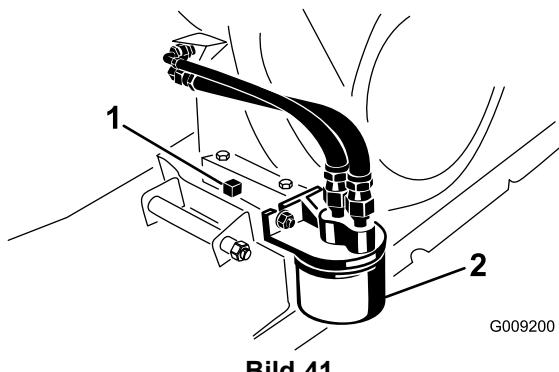

Bild 41
- Stellen Sie eine Auffangwanne mit einem Fassungsvermögen von 1,8 l unter die Ablassschraube (Bild 41).
- Entfernen Sie die Ablassschraube und Dichtung (Bild 41).
- Entfernen Sie den vorhandenen Ölfilter (Bild 41).
- Schrauben Sie den neuen Filter auf den Filteradapter, bis die Dichtung die Befestigungsplatte berührt; ziehen Sie den Filter dann um eine weitere 1/2 bis 3/4 Umdrehung an (Bild 41).